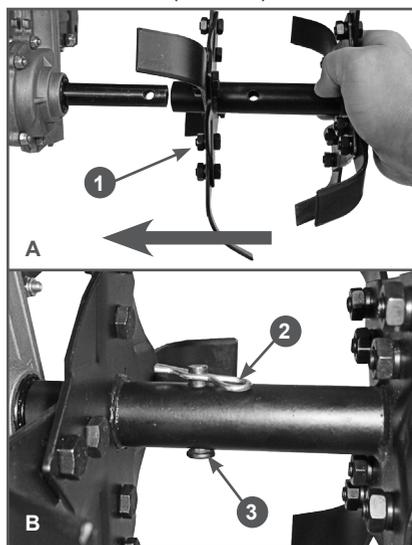

Рис. 4 Установка фрез
3. Установите фрезы 1 на выходной вал редуктора (Рис. 4А). Совместите отверстия во фрезе и выходном вале редуктора и вставьте в отверстия пальцы 3. Зафиксируйте пальцы 3 шплинтами 2 (Рис. 4В).